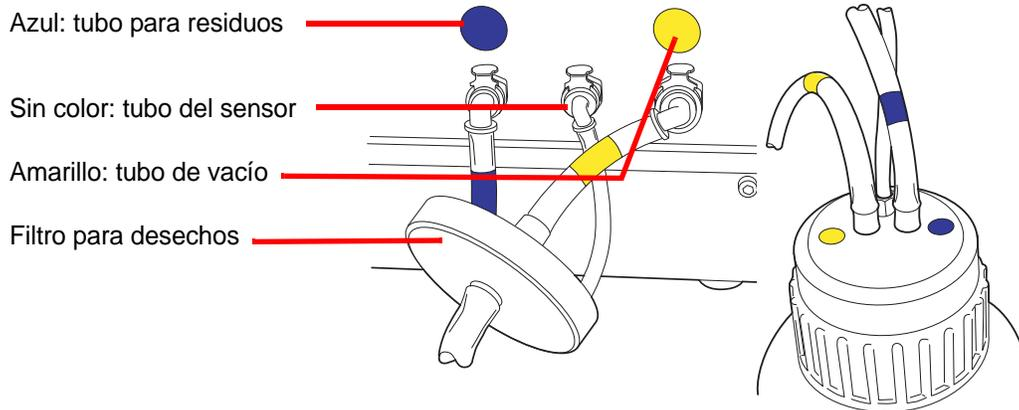

Figura 2-2 Conexiones de los tubos del frasco para residuos
3. Coloque las tres conexiones del frasco para residuos en la parte trasera del procesador ThinPrep 5000. Consulte la Figura 2-2. Asegúrese de que los botones de los conectores estén abajo/hacia adentro.